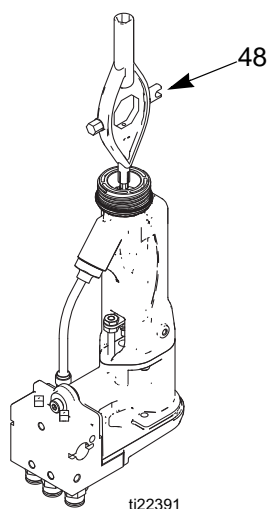

FIG. 19. Wymiana elektrody
3. Odkręcić elektrodę (3) za pomocą narzędzia uniwersalnego (48). FIGURE 19.